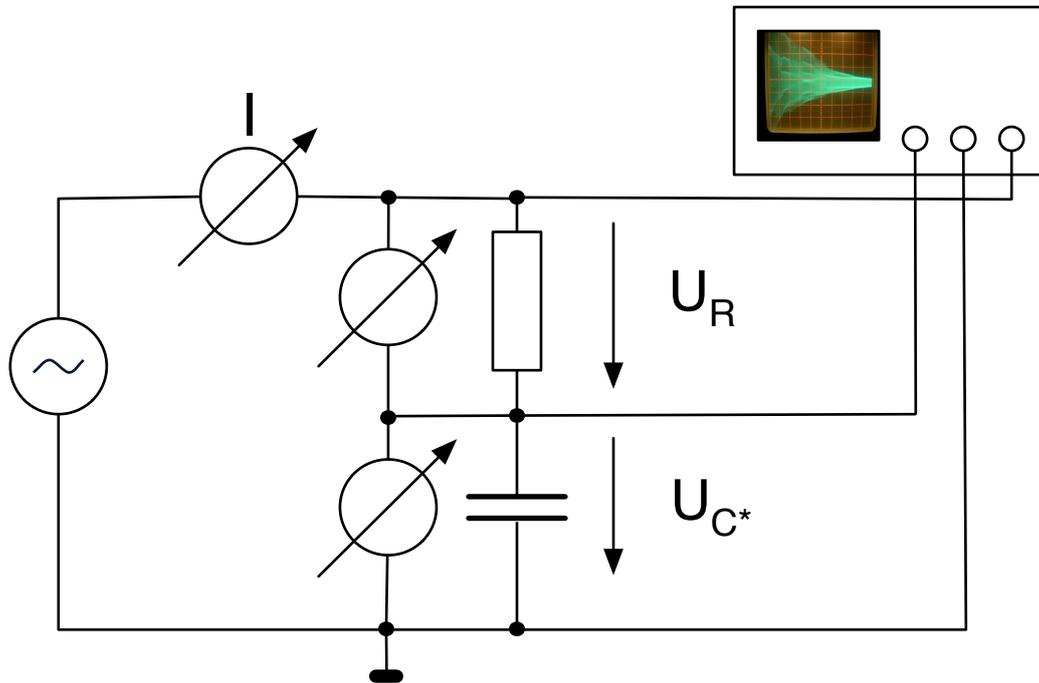

Abbildung 4: Versuchsaufbau
- a) Schalten Sie einen Kondensator und einen Wirkwiderstand entsprechend Abb. 4 in Reihe, und stellen Sie die Frequenz von 60 Hz ein.